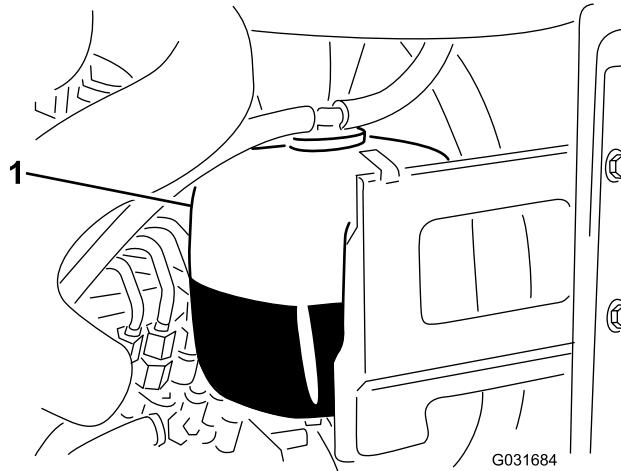

Figure 49
- Vérifiez le niveau du liquide de refroidissement dans le vase d'expansion (Figure 49).